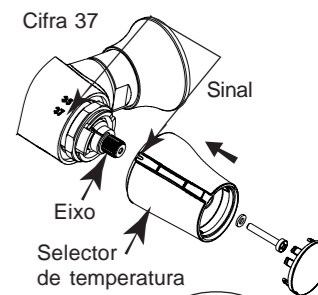

Fig. 3
- Montar de novo o selector de temperatura (o eixo não deve dar voltas) alinhando a cifra 37 com o sinal. Fixar o conjunto com o parafuso (ver fig. 3).